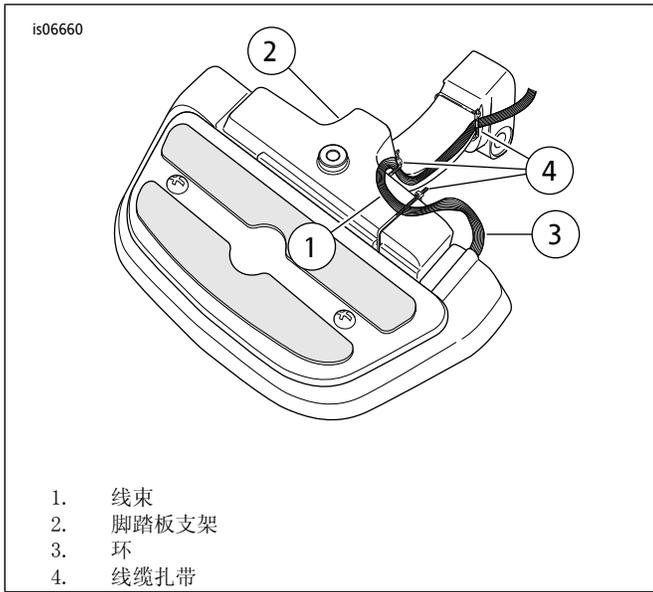

图6。线束布设-1992年款及之前的车型和附件脚踏板
- a. 1992年款及之前的车型和附件脚踏板：参见图6。按照所示的方式沿着每个脚踏板支架（2）的底部和侧面布设线束（1）。在线束的松弛部分打一个小圈（3），以防止折叠脚踏板时拉扯导线。使用线缆扎带（4）将线束固定至脚踏板支架。